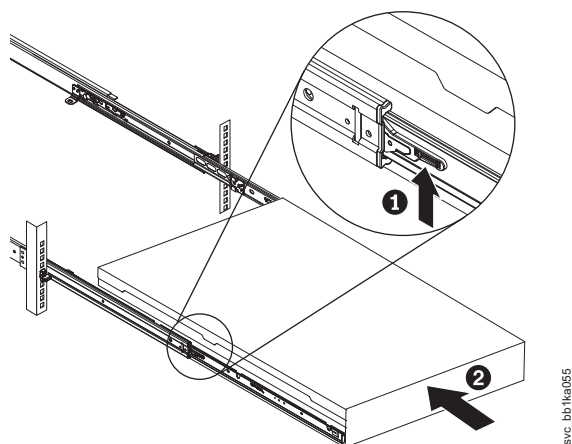

図 195. ラックのスライド・レールの ロック・レバーを上げる
10. スライド・レール上のロック・レバー (254 ページの図 195 の **1**) を上げて、ノード **2** を、所定の位置にカチッと音を立てて収まるまで、ラック内に完全に押し込みます。